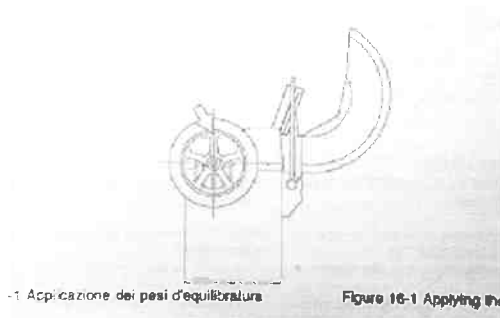

図 16-1 ウェイト位置
7. 図 16-1 で示されるように、リム上の 12 時の位置にウエイトを打ち込んで下さい。